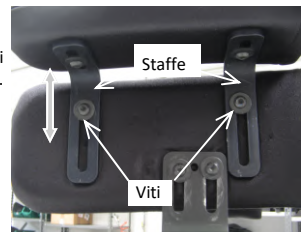

fig. 17.1: Regolazione in altezza
• **Regolazione in altezza** (fig. 17.1)